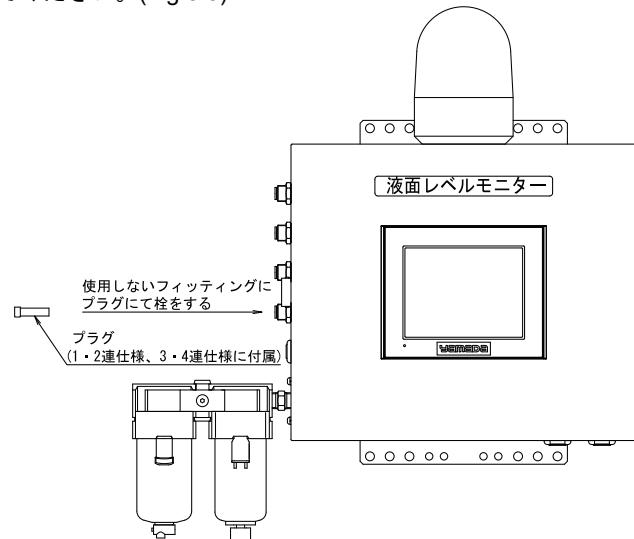

Fig.3.5
- 6) タンクが一台の場合は、1・2連共通の警報盤を使用しますが、No.2の「検出口」「出力圧」にはエア配管しないため、プラグ（付属品）を使用して、これらのフィッティングに栓をしてください。タンクが3台の場合には、3・4連共通の警報盤を使用しますが、No.4の「検出口」「出力圧」にはエア配管しないため、プラグ（付属品）を使用してフィッティングに栓をしてください。(Fig.3.5)